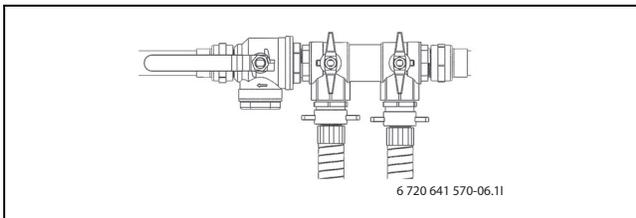

Fig. 22 Kits de remplissage en mode remplissage
- ▶ Placer les vannes du dispositif de remplissage en position de remplissage (→ figure 22).